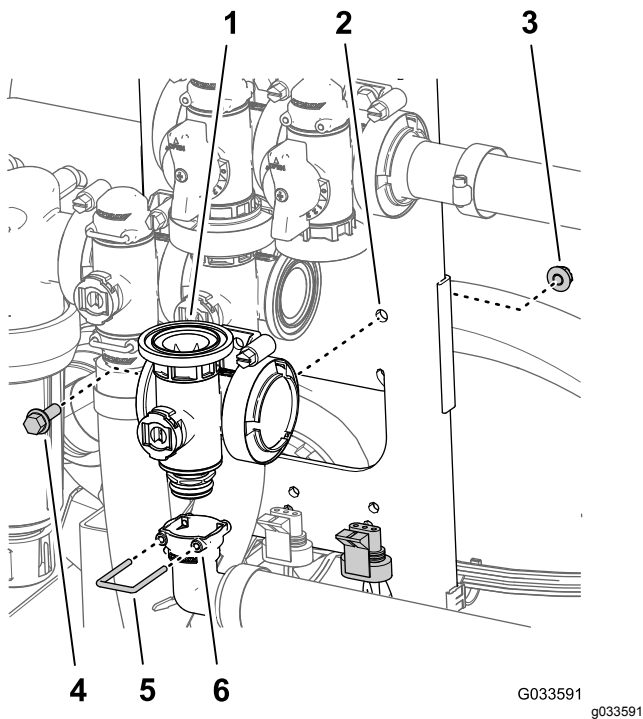

Figura 103
2. Rimuovete il fermo che fissa il raccordo di uscita a 90° al connettore del collettore per la valvola principale delle barre (Figura 103).
3. Rimuovete il bullone a testa flangiata ($\frac{1}{4}$ " x $\frac{3}{4}$ ") e il dado di bloccaggio flangiato ($\frac{1}{4}$ ") che fissano la valvola principale delle barre al supporto della valvola e rimuovete il collettore della valvola dalla macchina (Figura 103).